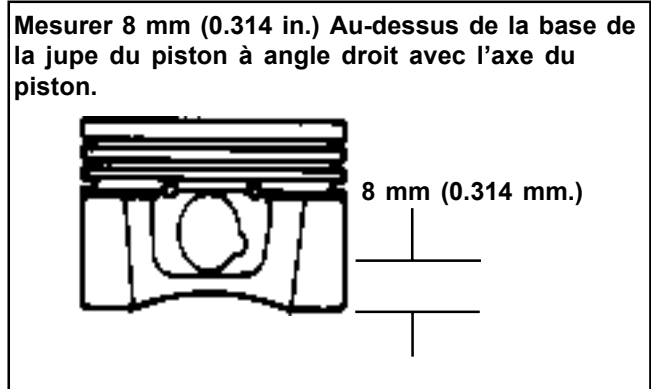

Figure 9-3. Mesure du diamètre du piston.
1. À l'aide d'un micromètre, mesurer le diamètre du piston parallèlement à l'axe du piston à **8 mm (0.314 in.)** du bas de la jupe du piston comme indiqué sur la Figure 9-3.